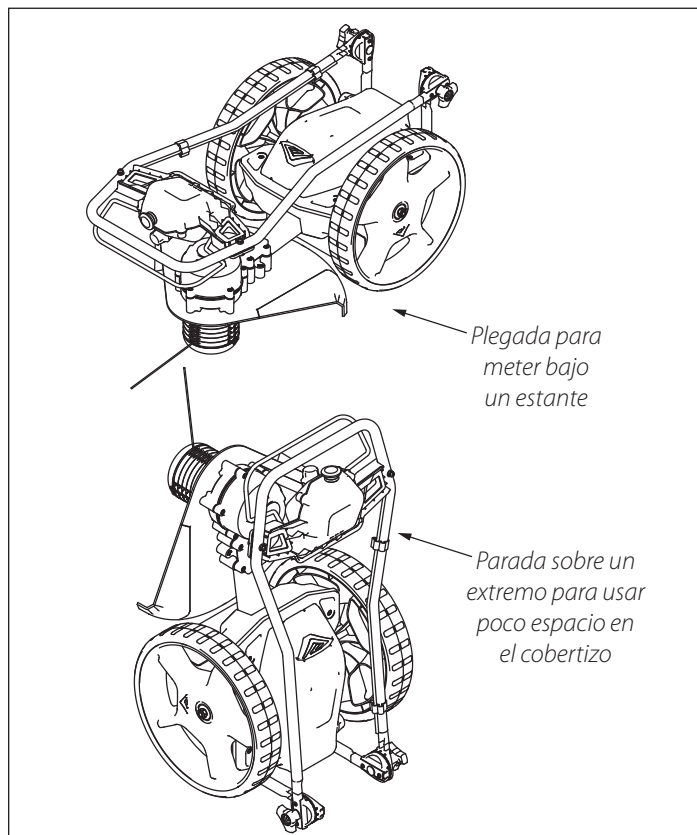

Figura 7
- El manillar se puede plegar hacia abajo para minimizar el tamaño de la unidad, como se muestra en la **FIGURA 7**.
- La unidad se puede almacenar en posición vertical, como se muestra en la **FIGURA 7**.